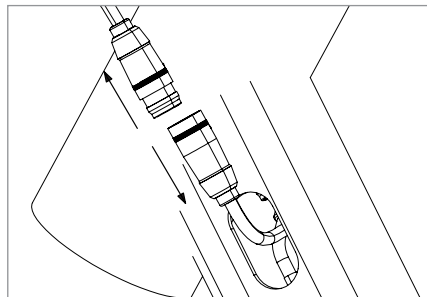

Figure 10
- Déconnectez le câble de la commande iWOC Trio du câble de la batterie qui sort du tube oblique (figure 10).